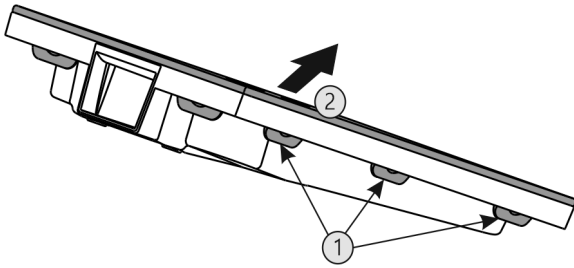

Fig. 57
- ▶ Appuyer sur toutes languettes Fig. 57 (1) l'une après l'autre et enlever le couvercle Fig. 57 (2).